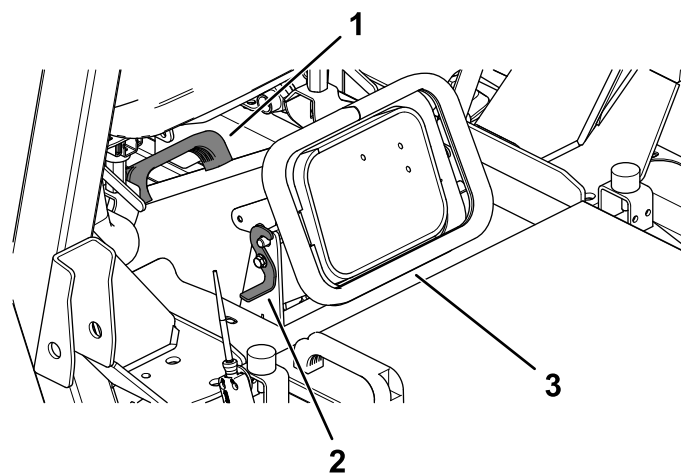

Figura 27
7. Cu ajutorul mânerului de pe jgheab, scoatei jgheabul, curățați-l, i curățați deschiderea punii mainii de tuns iarba (Figura 27).
8. Montați jgheabul i fixați-l cu elementele de fixare (Figura 27).
6. Deblocați jgheabul pentru evacuarea ierbii (Figura 27).